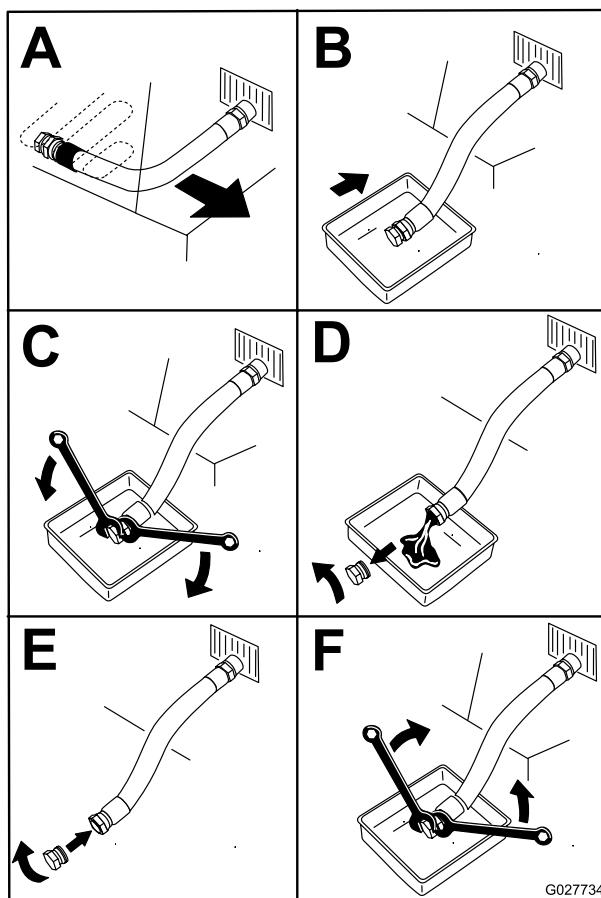

Figura 47
4. Prima di scendere dalla postazione di guida spegnete il motore, togliete la chiave di accensione e attendete che si fermino tutte le parti in movimento (Figura 47).